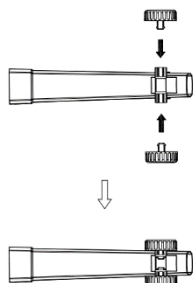

Fig. 2
1. Assembler la roue et le tube de soufflage/aspiration (Fig.2 Fig.3 Fig.4 Fig.5)
- Retirez les deux roues et le tube de la soufflante, tenez le tube de la soufflante et installez les deux roues, voir la Fig.2.